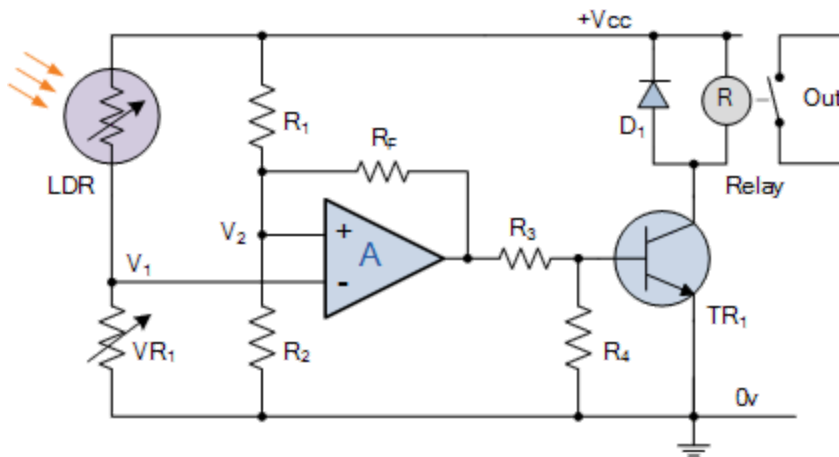
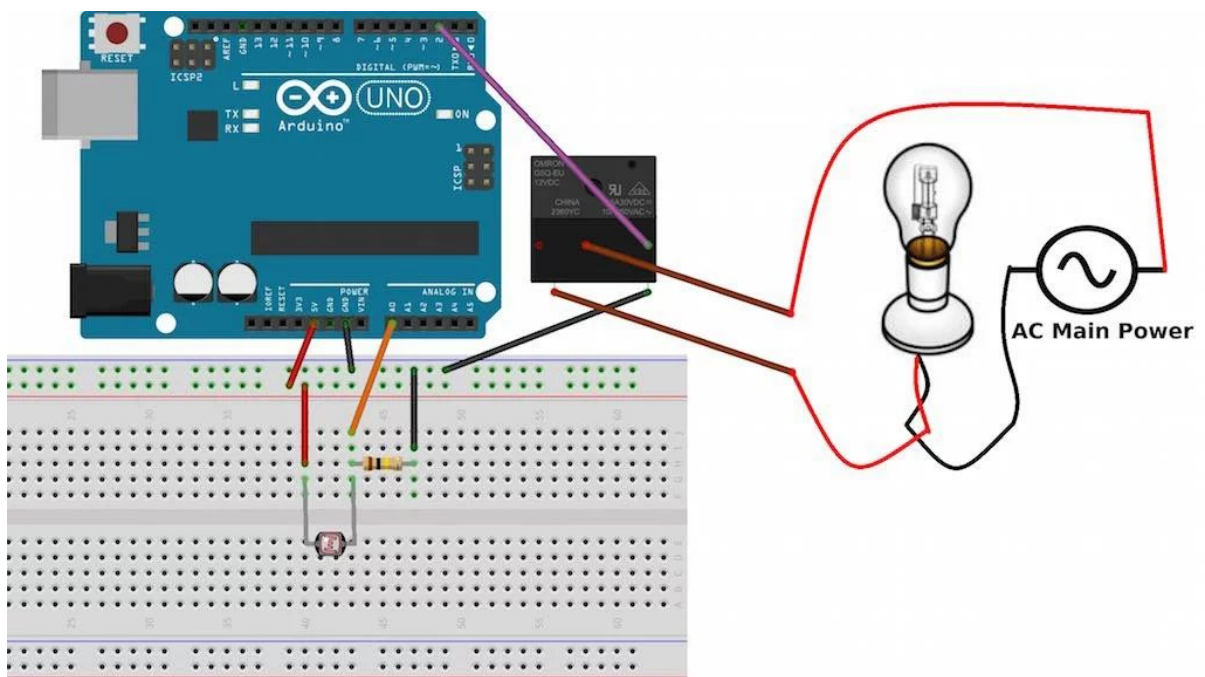

Fig. 1: Implementação com circuitos eletrônicos (Fonte: [1]).
Fig. 2: Implementação com um microcontrolador (Fonte: [2]).
- 6) Há algum projeto similar? Foram encontrados vários projetos. Um baseado somente em componentes eletrônicos é mostrado na Fig. 1, e o outro microcontrolado é apresentado na Fig. 2. Ambos os circuitos são detalhados em [1] e [2], respectivamente. Para quem tem dificuldades em entender as funções da ponte de Wheatstone, do comparador (com realimentação
positiva) A, da chave eletrônica TR1 (circuito de chaveamento) e do dispositivo de proteção D1 ao chaveamento de uma carga indutiva R no esquemático da Fig. 1, consultem [3].
Tomando a Fig. 1 como ponto de partida, é necessário decidir quantas funções podem ser substituídas para termos o comportamento especificado.
Como uma parte das funções dos circuitos eletrônicos da Fig. 1, mais especificamente a comparação entre os sinais e acionamento condicional da lâmpada, foi transferida para o microcontrolador, temos que programar estas funções: